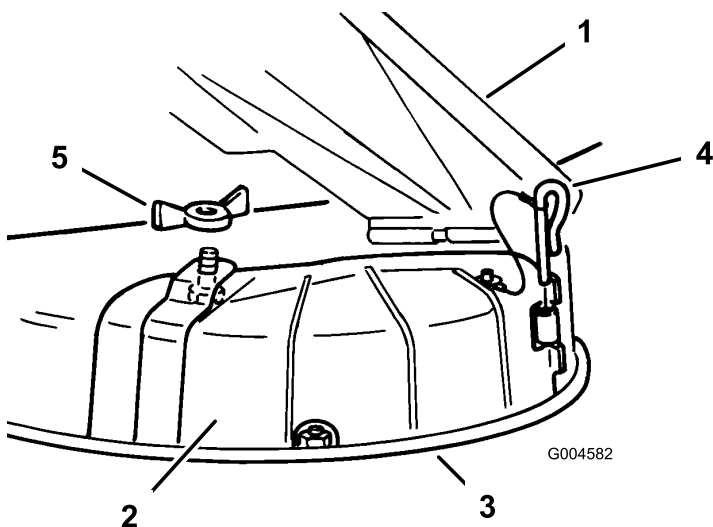

Bild 18
3. Entfernen Sie die Flügelmutter und die Schraube, mit denen die Abdeckung befestigt ist (Bild 18).
3. Heben Sie das Ablenkblech hoch und legen die Auswurfkanalabdeckung über die Öffnung und auf die untere Lippe des Mähwerks, wobei Sie die Abdeckung gleichzeitig in das vordere Scharnier stecken (Bild 18).
4. Schieben Sie den Scharnierstift durch das Scharnier (Bild 18).
5. Befestigen Sie die Auswurfkanalabdeckung mit der Flügelmutter am Mähwerk (Bild 18).
4. Entfernen Sie die Scharnierstifte, mit denen die Abdeckung am Mähwerk befestigt sind (Bild 18).